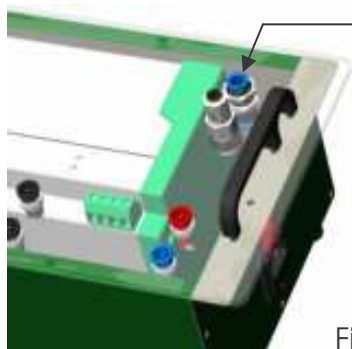

Figure 4
**Séparer** l'équipement de sa source d'énergie pneumatique en débranchant le tuyau pneumatique de la source d'alimentation (**voir figure 4 page suivante**).